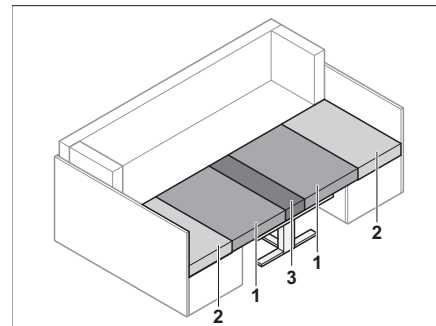

Bild 65 Nach dem Umbau
- Die Rückenpolster (Bild 65,2) abnehmen.
- Die Sitzpolster (Bild 65,1) zur Mitte ziehen.
- Die Rückenpolster (Bild 65,2) zwischen die Sitzpolster (Bild 65,1) und die Außenwand legen.
- Das Zusatzpolster (Bild 65,3) zwischen die Sitzpolster (Bild 65,1) auf den Tisch legen.